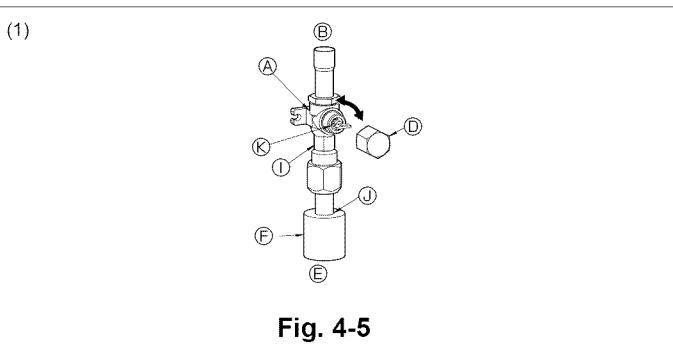

Fig. 4-5
(1) Côté gaz de A24-A42 (Fig. 4-5)